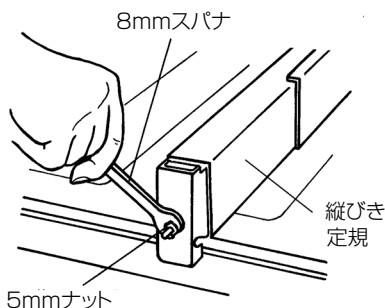

図 31
- ① 固定ハンドルを締付けます。
- ② ロックレバーを下に倒します。
- ③ ロックプレートがリアブラケットから離れるまで、5 mm ナットを手持ちの 8 mm スパナで左にまわします。(図 31 参照)